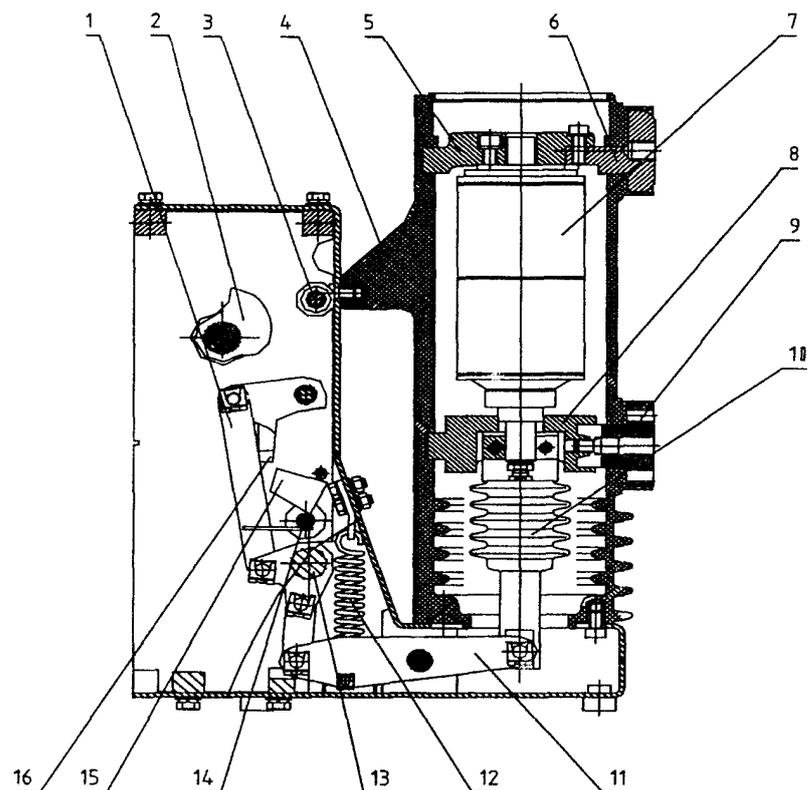

Рис. 3. Схема исполнительного механизма выключателя
#### 6.2.2. Включение (Рис. 3)
Если после взвода пружины включения подать сигнал на включение или нажать кнопку включения вручную (рис. слева), то это приведет во вращение полуось включения (Рис.3 (3)), что в свою очередь, повернет защелку накопления энергии в свободное положение механическая энергия пружины включения высвободится. Под действием пружины включения кулачок (2) повернется по часовой стрелке, что приведет в движение четырехзвенный механизм (1). Действие четырехзвенного механизма с помощью главного вала (13) и соединительной тяги (11) приведет в движение изоляционный шатун (10) и соединенный с ним подвижный контакт ВДК по направлению к замыканию контакта. Произойдет включение. В процессе включения, обратное действие пружины выключения и пружин поджатия контактов обеспечивают соединение накладки сцепления выключения (15) с полуосью выключения (14), захват (16) удерживает выключатель во включенном состоянии.
### 6.2.3. Отключение (Рис. 3)
Если после включения, подать сигнал на отключение или нажать кнопку отключения вручную Рис. слева., это приведет во вращение полюсь выключения (Рис.3 (14)), которая, в свою очередь, воздействует на накладку сцепления выключения (15) и позволит освободить захват (16). Под действием пружины выключения и пружин поджатия контактов четырехзвенный механизм начнет двигаться вверх, с помощью главного вала (13) и соединительной тяги (11) приведет в движение изоляционный шатун (10) и соединенный с ним подвижный контакт ВДК по направлению к размыканию